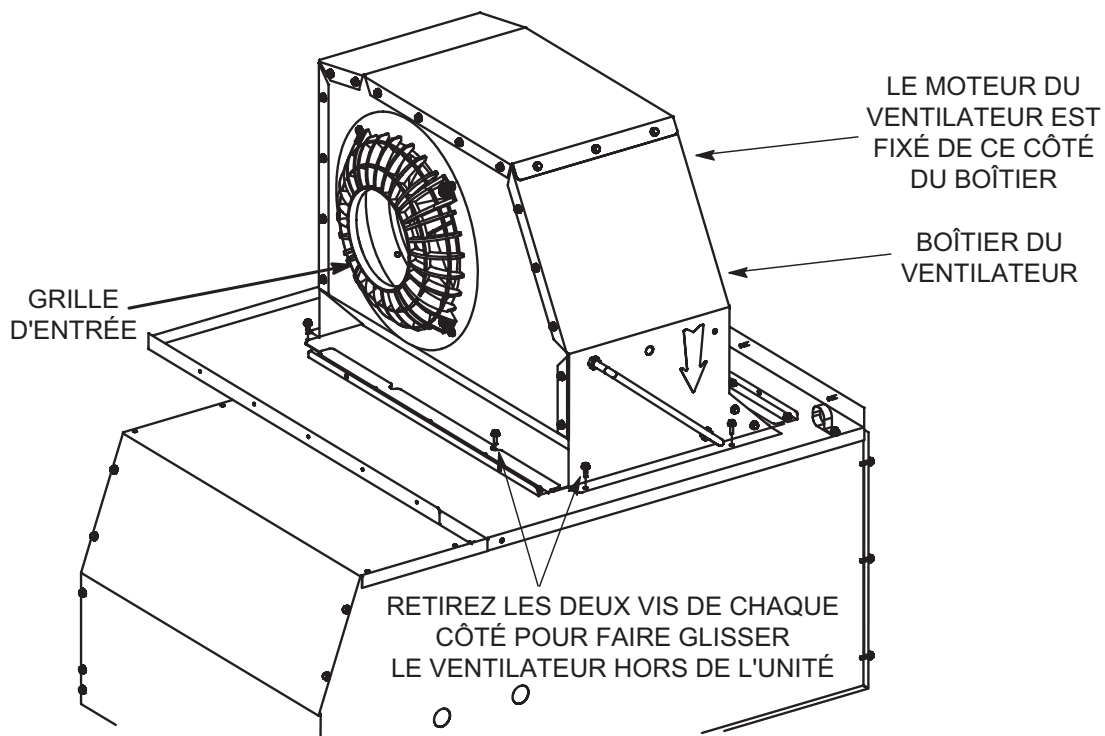
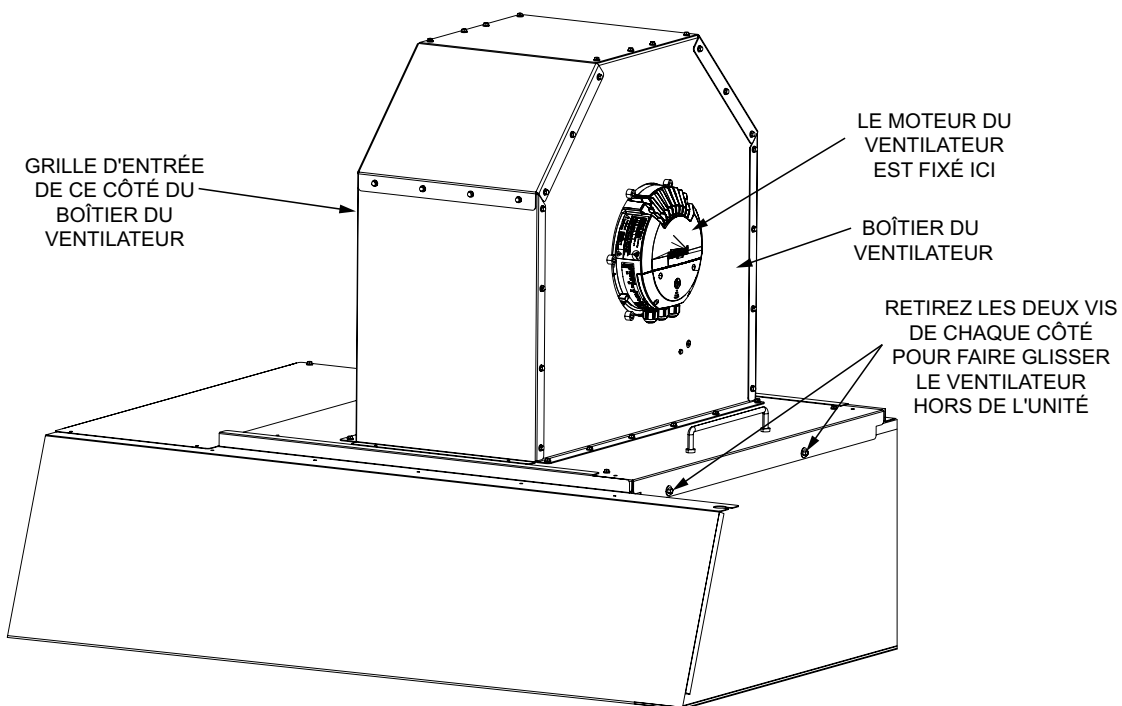

FIGURE 29
FIGURE 30
- 2 - Retirez et conservez les vis situées à l'avant et de chaque côté du boîtier du ventilateur. Tirez la cadre vers l'extérieur de l'unité. Voir la FIGURE 29, la FIGURE 30 et la FIGURE 31.